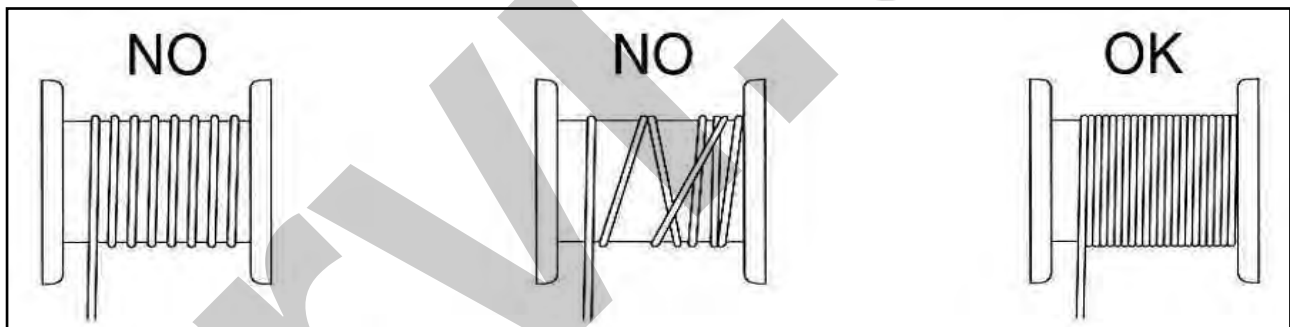

Figura 16 – Avvolgimento del cavo sul tamburo.
- una verifica accurata della disposizione del cavo, che deve essere avvolto correttamente sul tamburo con un passo uguale al diametro del cavo (Figura 16). Se il caso risultasse avvolto in maniera scorretta, eseguire un ciclo di lavoro a vuoto per srotolare completamente il cavo e ripristinare il corretto avvolgimento.